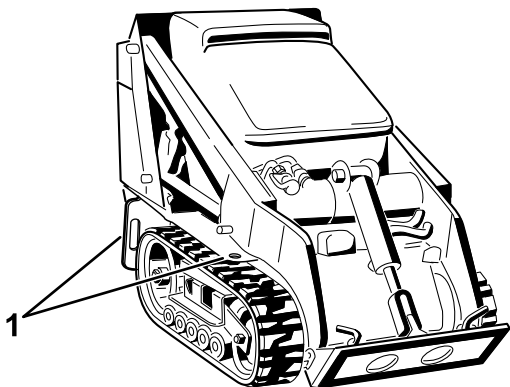

Bild 21
8. Befestigen Sie die Maschine mit den Metallbefestigungsschleifen und Riemen, Ketten, Kabel oder Seilen am Anhänger oder Pritschenwagen (Bild 21). Halten Sie die örtlichen Vorschriften für die Vergütung ein.
Sie können die Maschine mit den Vergütungsstellen bzw. Hebeschlaufen als Hebestellen anheben, wie in Bild 21 abgebildet.